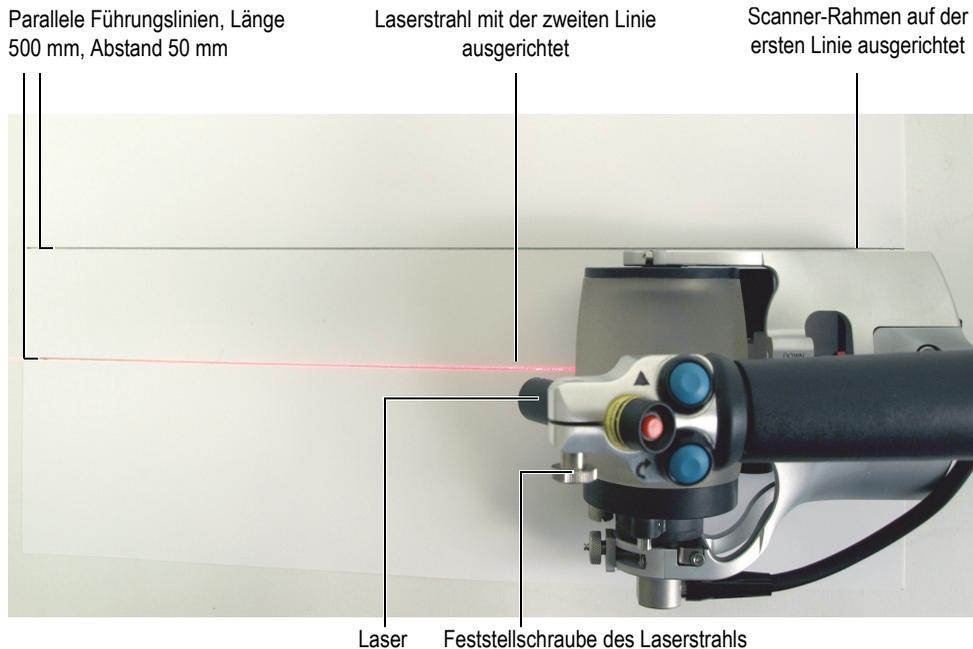

Abbildung 6-43 Ausrichten des Laserstrahls
1. Ziehen Sie auf einer geraden Fläche zwei 500 mm lange parallele Linien im Abstand von 50 mm (Abbildung 6-43 auf Seite 124).